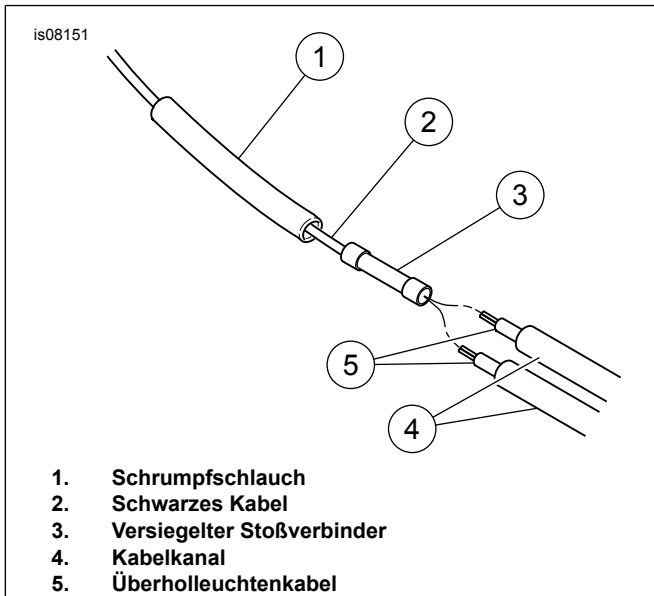

Abbildung 7. Überholleuchtenverkabelung anschließen
17. Siehe Abbildung 7. Beide Überholleuchtenkabel zum Steckverbinder verlegen. Die Kabelenden so abtrennen, dass etwa 25,4 mm (1 in) Kabel über das Ende des Stoßverbinders hinausreicht. Den Kabelkanal ca. 38,1 mm (1-1/2 in) vom Kabelende abtrennen.
22. Siehe Abbildung 7. Beide Überholleuchtenkabel zum Steckverbinder verlegen. Die Kabelenden so abtrennen, dass etwa 25,4 mm (1 in) Kabel über das Ende des versiegelten Stoßverbinders hinausreicht. Den Kabelkanal ca. 38,1 mm (1-1/2 in) vom Kabelende abtrennen.